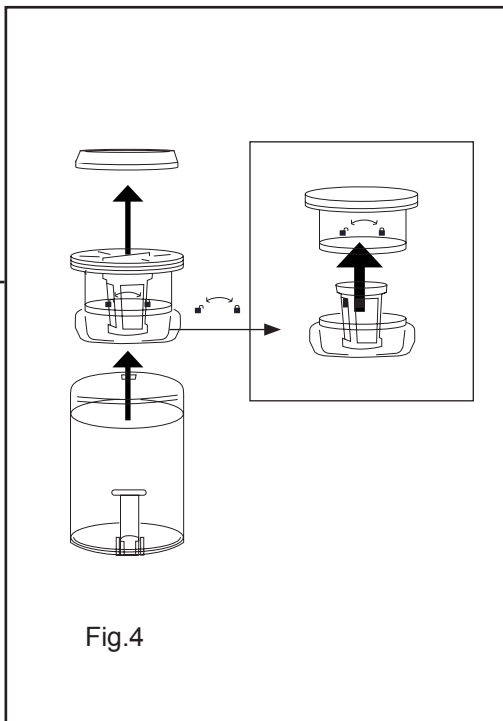

Fig.4
- Wyjąć filtr z gniazda (Fig.4).